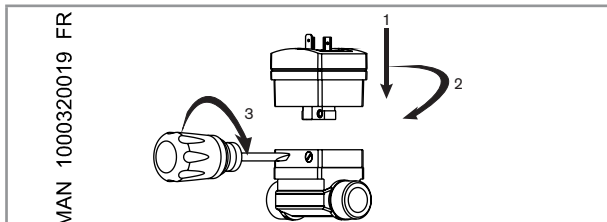

Fig. 1 : Montage du SE30 HT sur le raccord-capteur S030 HT
- Monter le module électronique sur le raccord-capteur comme indiqué dans la Fig. 1.